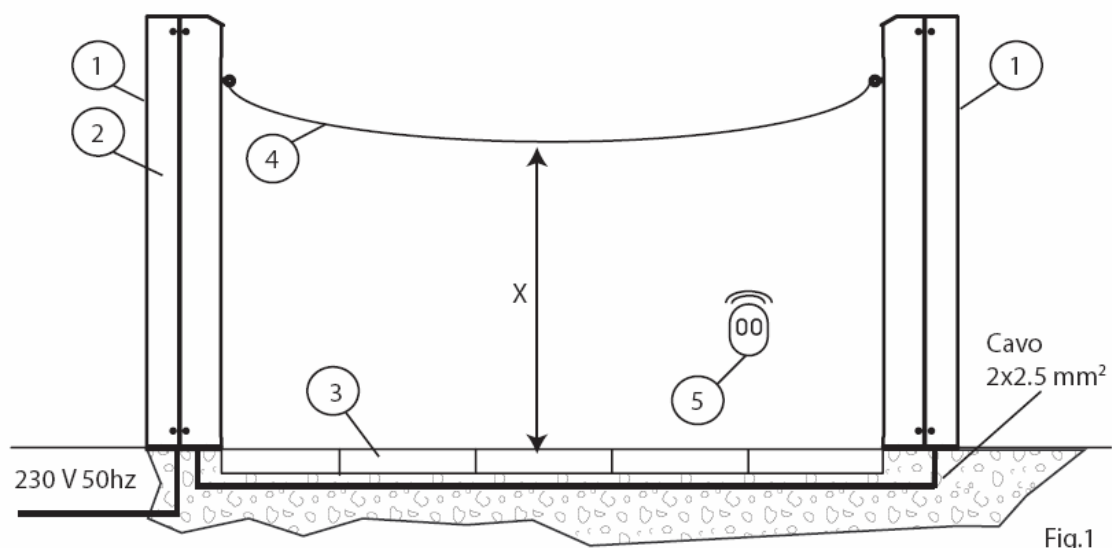

Fig.1
3.2 INSTALLAZIONE COLONNA (fig.1,fig.3, fig. 4)
11. Fissare la catena agli occhioli che sporgono dai coperchi anteriori e tensionarla in modo che la catena al centro del passaggio sia ad un'altezza X rispetto a terra (fig.1)